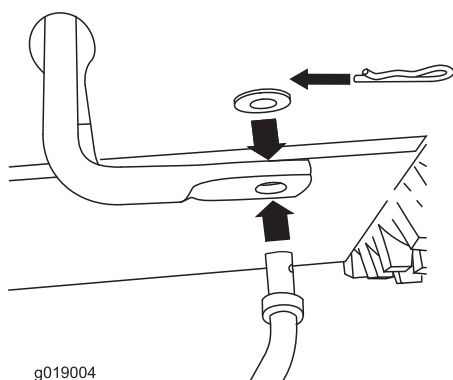

Figure 5
1. Insérez l'extrémité dans le bras de liaison inférieur de sorte que l'extrémité courbe de la tige de commande de vitesse soit dirigée vers l'arrière (Figure 5).
2. Fixez l'extrémité inférieure de la tige de commande de vitesse avec une rondelle plate et une goupille fendue (Figure 5).